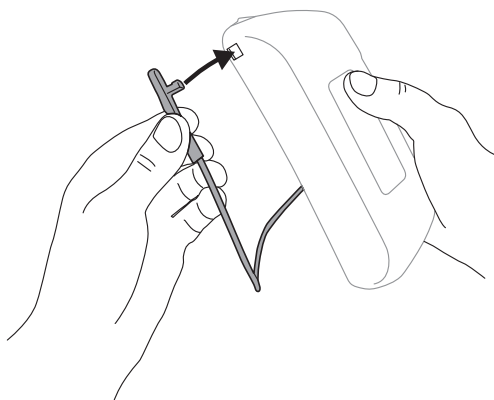

Fig. 31k
- x. Conecta el cable de la luz de servicio a la batería y deslízalo en el estuche de la batería y, luego, ciérralo con el cierre de gancho y bucle (Fig. 31k y 31l).